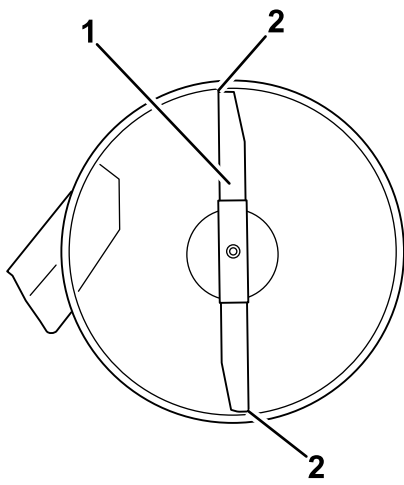

Figura 52
4. Gire cuidadosamente las cuchillas colocándolas en el sentido de avance de la máquina (Figura 52).
5. Mida entre la punta de la cuchilla delantera y la superficie plana y entre la punta de la cuchilla trasera y la superficie plana (Figura 52). Si la punta de la cuchilla delantera no está entre 1.6 y 7.9 mm más baja que la punta de la cuchilla trasera, ajuste la contratuerca delantera.
la punta de la cuchilla más avanzada esté entre 1.6 y 7.9 mm (1/16 y 5/16 pulgada) más baja que la punta de la cuchilla más atrasada (Figura 52).